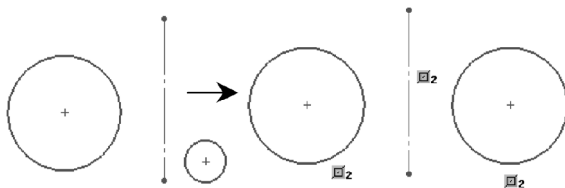

图 2-181 添加对称几何关系
- 对称几何关系 $\square$ ：使两条图线关于一个中心线对称，如图 2-181 所示。